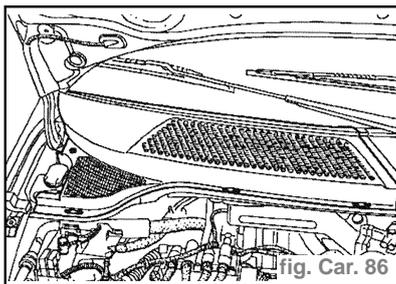

fig. Car. 86
- la demi-grille d'entrée d'air extérieur (fig. Car. 86).